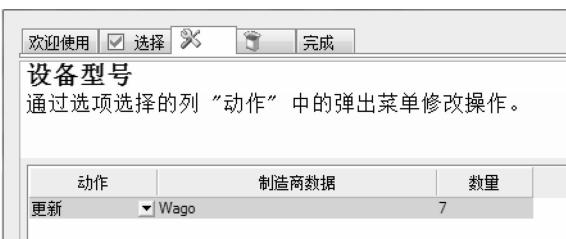

图 2-3 解压缩向导
**步骤8 解压缩向导** 单击【向后】两次，将添加的选项设置为【更新】，如图 2-3 所示。单击【向后】/【完成】。单击【关闭】，退出管理器。
**步骤9 分配零件** 右击端子设备【1 (2)】，单击【分配设备型号】。在筛选界面上将【制造商数据】设置为【Wago】，选择设备型号【870-553】，单击【查找】。单击【添加】，单击【选择】应用零件。